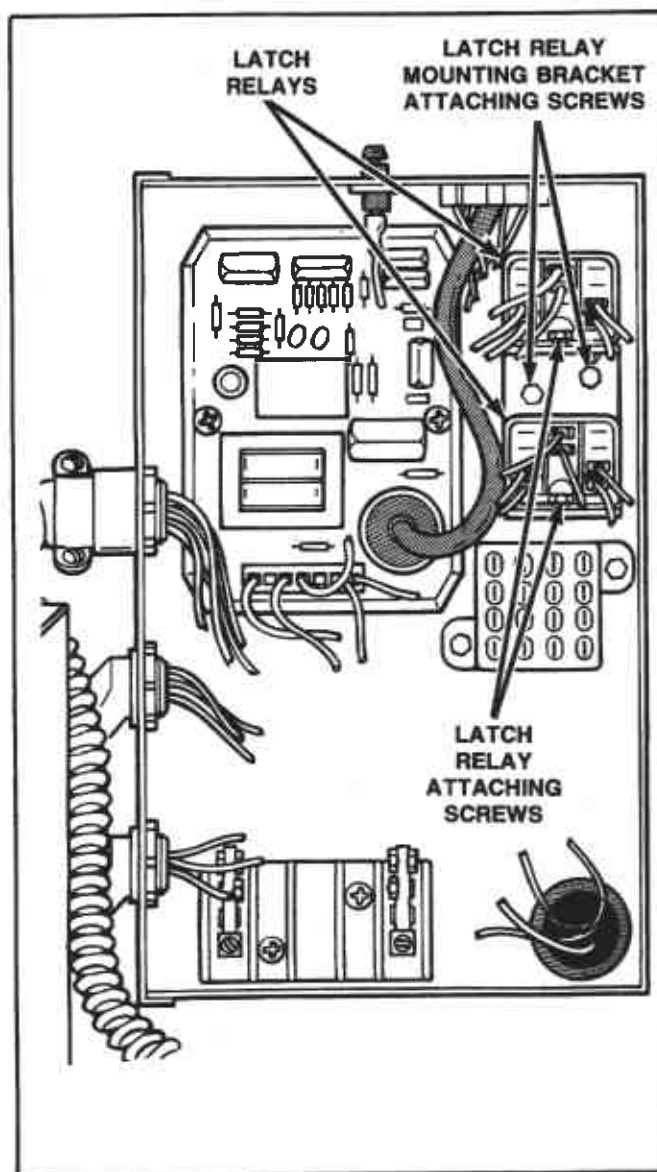

Figure 27
**29. LATCH RELAYS (Figure 27)**